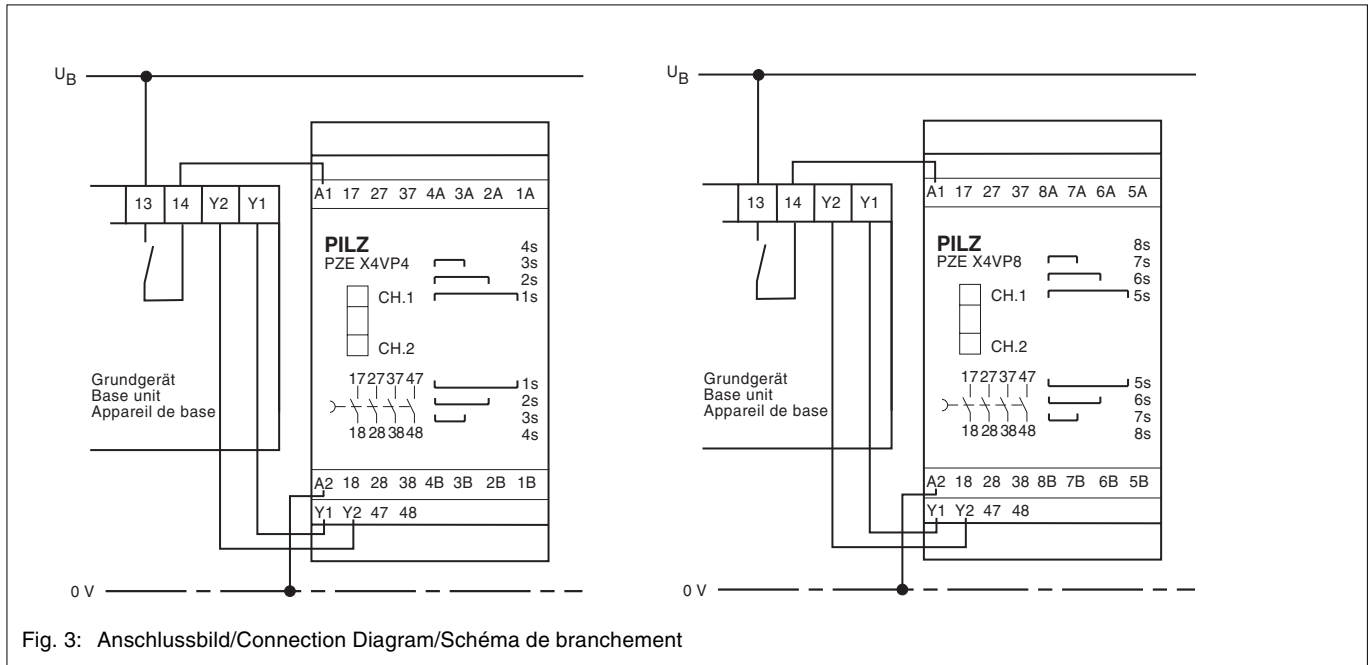

Fig. 3: Anschlussbild/Connection Diagram/Schéma de branchement
- Versorgungsspannung am Sicherheitskontakt des Grundgeräts und A2 (-) anschließen (siehe Fig. 3).
Sicherheitskontakt des Grundgeräts an A1 anschließen (siehe Fig. 3).
- Connect the operating voltage to the base unit's safety contact and A2 (-) i.e. the unit is operated via the safety output contacts of the base unit (see Fig. 3)
Connect safety contacts of the base unit to A1 (see Fig. 3).
- Alimenter le boîtier par l'intermédiaire du contact de sécurité de l'appareil de base et la borne A2 (-) (voir Fig. 3).
Câbler le contact de l'appareil de base sur A1 (voir Fig. 3).
Bitte beachten Sie, dass die Sicherheitsfunktionen des bestehenden Stromkreises nur erhalten bleiben, wenn der Kontaktblock wie in Fig. 3 gezeigt angeschlossen wird. Es können nur Grundgeräte mit Rückführkreis verwendet werden.
Please note that the safety functions of the existing circuit are only maintained when the contact block is connected as shown in Fig. 3. Only base units with the feedback control loop may be used.
Le niveau de sécurité des contacts des blocs d'extension n'est garanti que si le relais est câblé comme représenté dans la figure ci-dessous (Fig. 3). Seuls des blocs logiques avec une boucle de retour peuvent être utilisés.